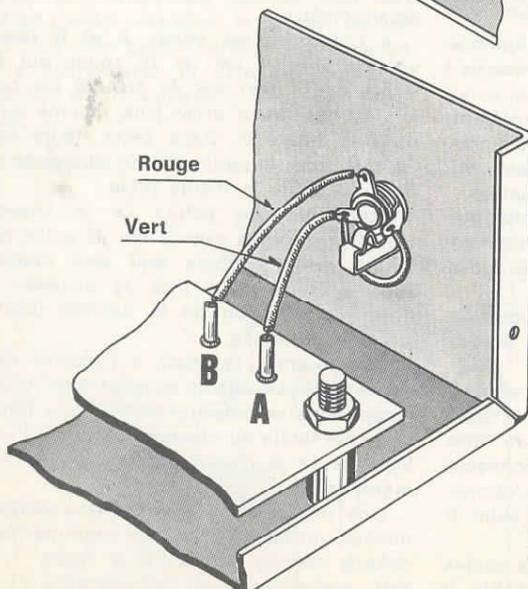

Figure 6
- Connecter les points A et B respectivement avec 4 cm de fil rouge sur B et 4 cm de fil vert sur A, ensuite les souder aux bornes de la prise jack comme indiqué dans la figure 6. Dans cette figure on remarque aussi le petit pont de connexion entre deux pôles de la même prise.